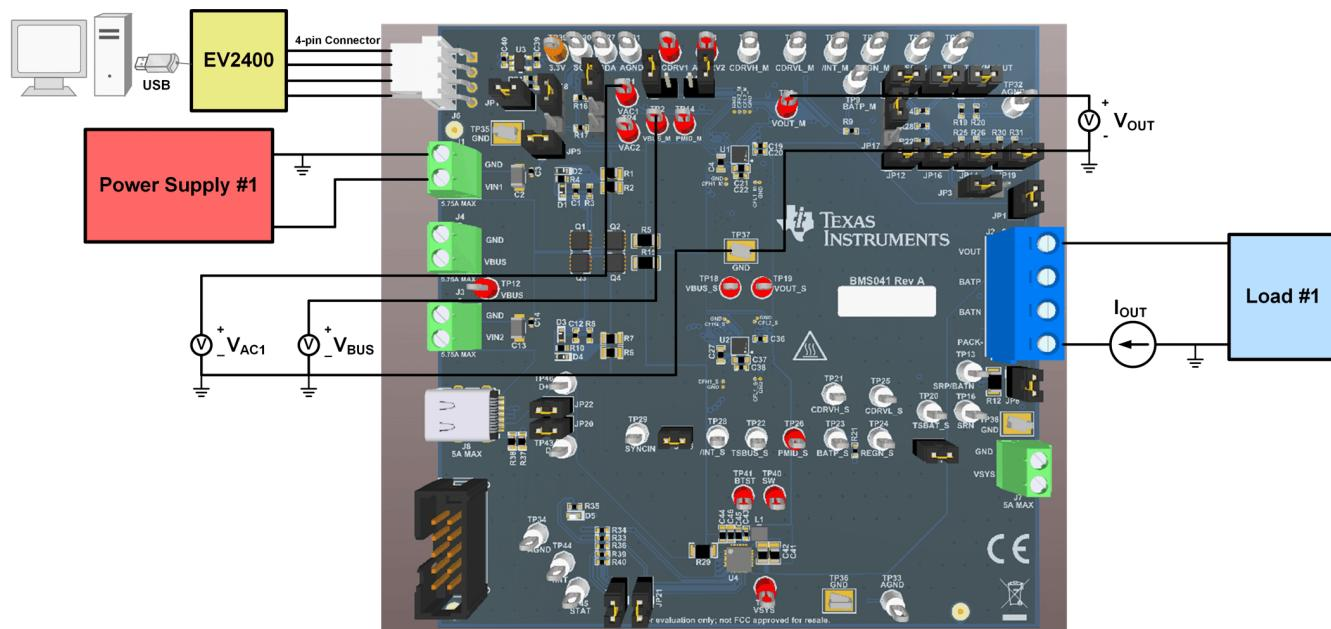

图 2-1. 设备测试设置
根据以下列表来设置 EVM 测试设备。请参阅图 2-1 了解测试设置与 EVM 的连接。
8. 将负载 #1 连接至 J2 ( VOUT 和 PACK- )。串联连接电流表，以测量输出电流，如图 2-1 中所示。